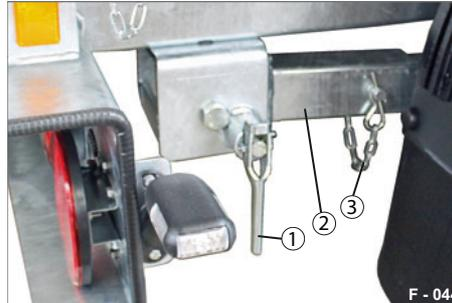

Abb. 55 Fahrstellung
- ▶ Prüfen Sie vor Fahrtantritt, dass beide Klappstützen sich in Fahrstellung befinden (siehe Abb. 55).